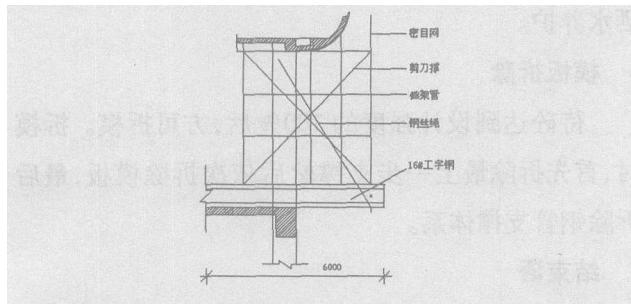

图3
3.3 型钢上钢管脚手架搭设:型钢间距1.5m,其上立杆横距1.1m,纵距1.5m,步距1.5m,架体外侧用密目网封闭,如图3: